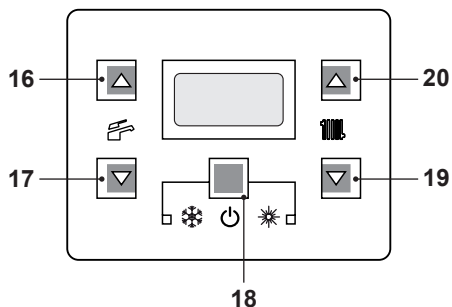
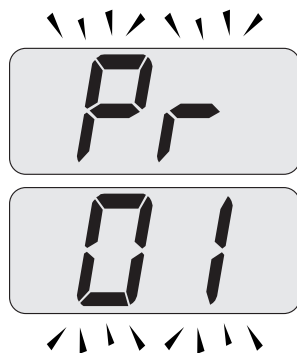

Figura 9.20
Figura 9.21
- Entrare in "modalità programmazione" premendo contemporaneamente per 10 secondi i tasti 18 - 19 - 20 (Figura 9.20) fino a far apparire sul display LCD le lettere **Pr** che si alternano con il codice **01**, indicanti l'entrata nel "parametro 01" (Figura 9.21).
- Premere contemporaneamente i tasti 19 e 20 (Figura 9.20) fino a far apparire sul display LCD le lettere **LP** che si alternano con il valore di temperatura dell'acqua di riscaldamento (es. **45**), indicanti l'entrata nell'attivazione della "funzione spazzacamino" alla potenza minima in sanitario (Figura 9.22).
- Premendo il tasto 20 (Figura 9.20) è possibile variare la potenza in modalità spazzacamino: con visualizzazione sul display LCD delle lettere **hP** che si alternano con il valore di temperatura dell'acqua di riscaldamento (es.32), siamo in "funzione spazzacamino" alla potenza minima in riscaldamento (Figura 9.23).
- Ripremendo contemporaneamente per 10 secondi i tasti 18 - 19 - 20 (Figura 9.20) si esce dalla "modalità spazzacamino" e si ritorna allo stato di caldaia precedentemente impostato (Figura 9.26).